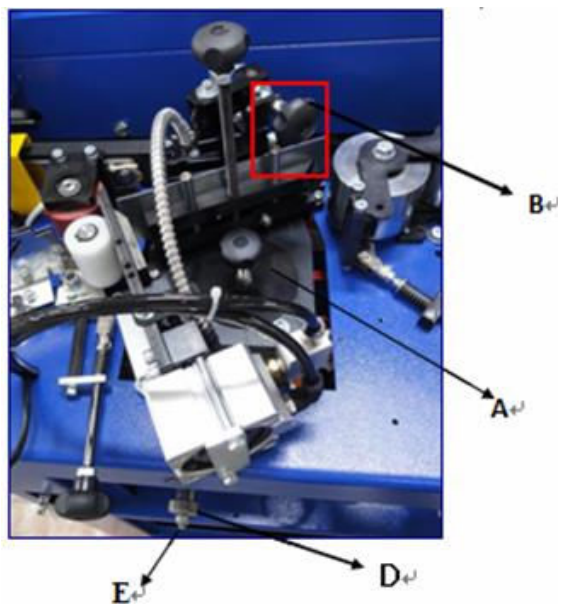

Рисунок 19
A. Заполните клеевую ванну приблизительно на 1 см ниже её края гранулированным клеем A (рис. 19).
Во время облицовки проверяйте уровень клея в ванне, и, если необходимо, наполняйте до уровня, указанного точкой **А** (рис. 19).
Д. Ручка **Д** используется для перемещения клеевой ванны. Вперед или назад. Она затянута на заводе, чтобы избежать повреждений при транспортировке. Для использования механизма полностью ослабьте ручку, пока не достигните гайки **Е**. Гайка **Е** отрегулирована на заводе и её положение **НЕЛЬЗЯ** изменить (рис. 19).